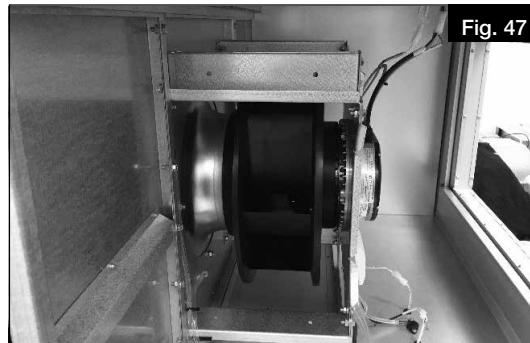

Fig. 47
1. Débrancher la prise sur le ventilateur (voir Fig. 47)